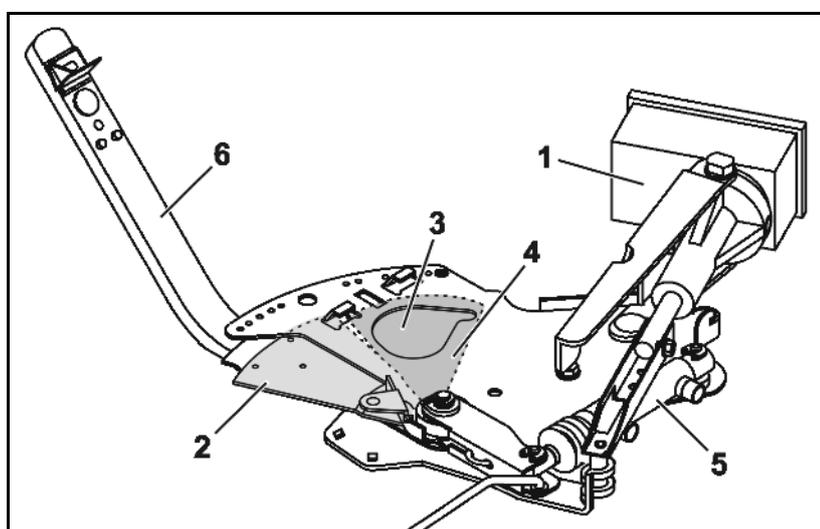

Fig. 22
- **elektronisch** mit dem Bedien-Terminal / Bordcomputer. Dabei geben die durch Stellmotoren (Fig. 22/1) betätigten Dosierschieber (Fig. 22/2) unterschiedliche Öffnungsweiten der Durchlassöffnungen (Fig. 22/3) frei.
- **manuell** über die Stellhebel (Fig. 22/6) durch Einstellen unterschiedlicher Öffnungsweiten der Durchlassöffnungen (Fig. 22/4). Die hierzu jeweils erforderliche Schieberstellung wird entweder nach Angaben der **Streutabelle** oder mit der **Rechenscheibe** ermittelt.
Die Schließeschieber (Fig. 22/4) dienen zum Öffnen und Schließen der Durchlassöffnungen und können je nach Ausstattung getrennt hydraulisch betätigt werden (Fig. 22/5) über